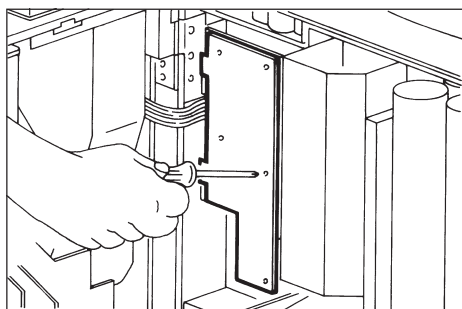
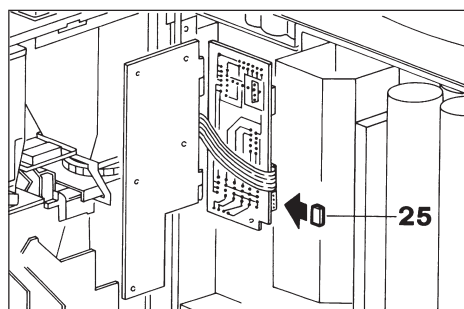

Fig. 11
Fig. 12
- Per inserire la chiave si devono quindi rimuovere le tre viti che fissano la piastra monetiera e far ruotare la piastra (Fig. 11) per rendere accessibile il connettore presente sulla scheda tastiera. La chiave deve essere inserita sull'apposito connettore presente sulla scheda tastiera (Fig. 12).